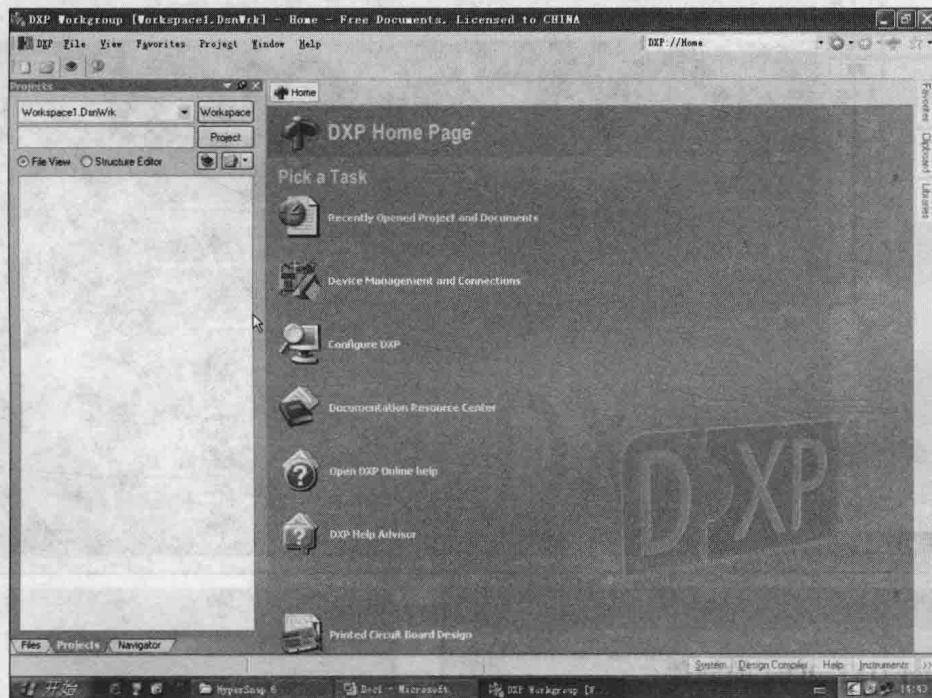

图 1.8 英文界面
(1) 软件刚安装完时，默认的界面是英文的，如图 1.8 所示。